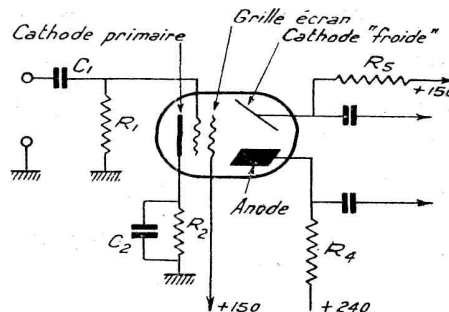

FIG. 11.
Cette lampe a fait ici même l'objet d'une étude complète. On a cité ses applications (1). L'une d'elles est le déphasage. Le montage de principe est indiqué figure 11.